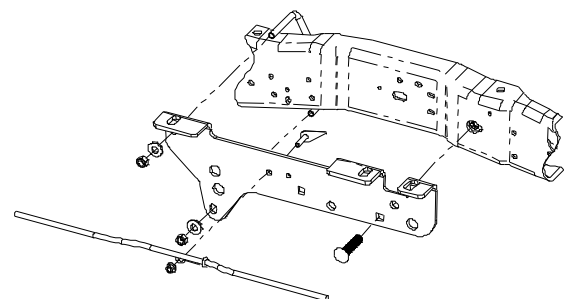

Figure 4b
- a. **Pour les modèles 1999 à 2004 :** Utiliser la ferronnerie enlevée à l'étape 3 pour fixer le câble de frein supérieur au support de cadre, comme illustré à la Figure 4b.